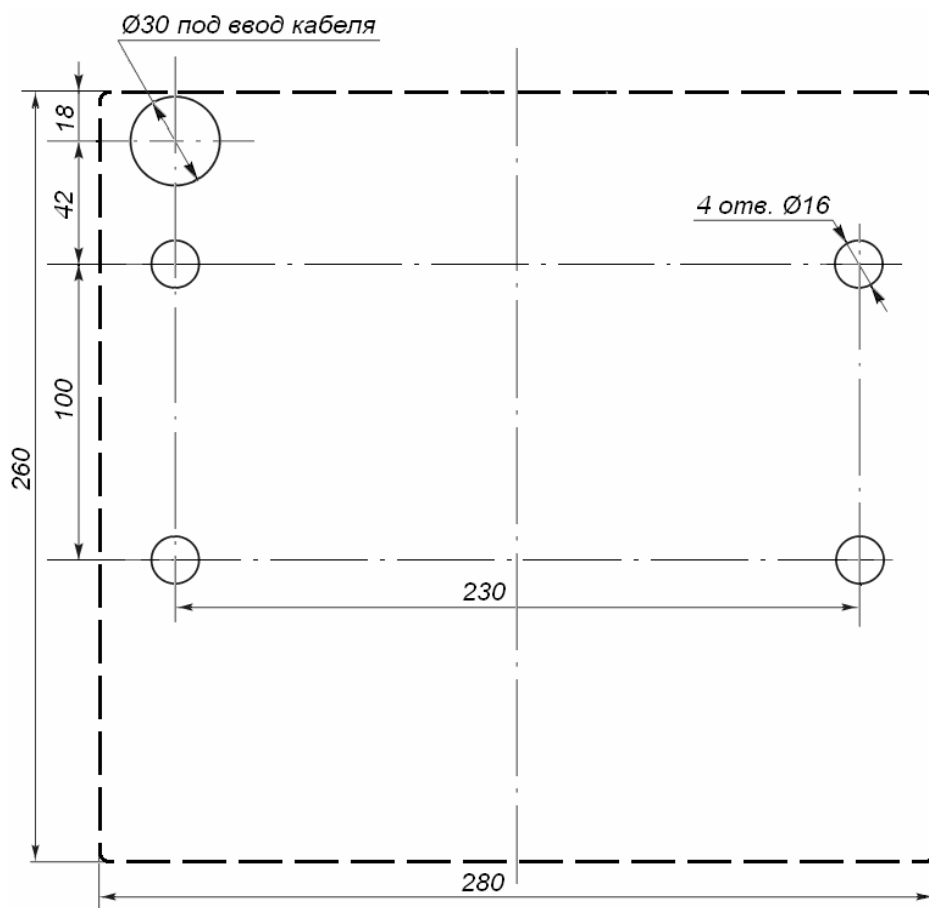

Рисунок 9. Разметка отверстий в полу под крепление стойки турникета и отверстия для ввода кабелей (пунктиром показаны габариты основания турникета)
- 2 Подготовьте в полу отверстия под гильзы анкеров (15) для крепления стойки турникета (см. рис. 9).
При необходимости прокладки кабелей под поверхностью пола подготовьте в полу кабельный канал, подходящий к отверстиям для ввода этих кабелей в стойку турникета (рис. 9). Установку и крепление стойки турникета производите после прокладки всех кабелей в кабельном канале и внутри стойки турникета.